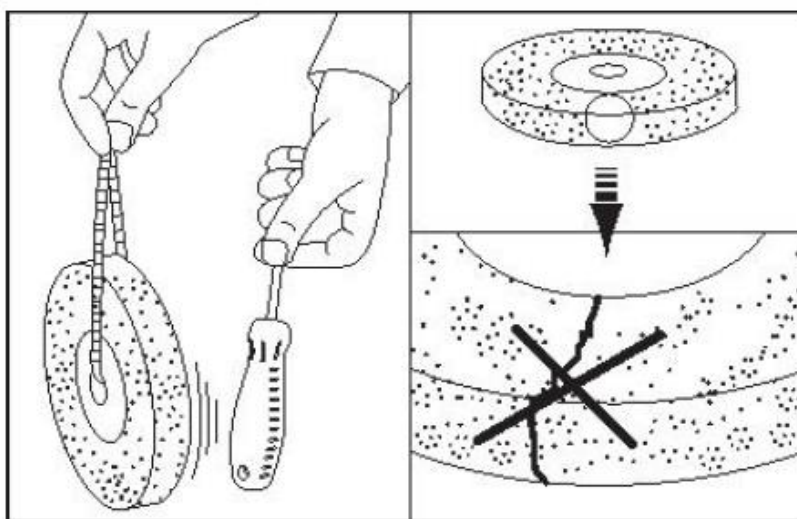

Рис. 5
7. Выполните «проверку звучания». Исправные шлифовальные круги будут издавать чистый звонкий звук при легком постукивании по ним пластиковым молотком (или куском дерева) (Рис. 5).